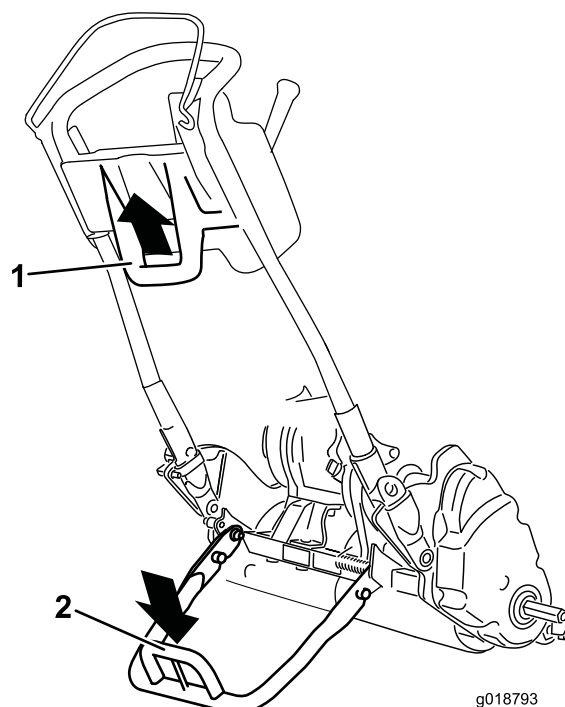

Рисунок 27
- Чтобы использовать откидную опору для монтажа транспортировочных колес, опустите ее на землю и наступите на пятку откидной опоры, вытягивая вверх и на себя нижнюю среднюю рукоятку машины (Рисунок 27).